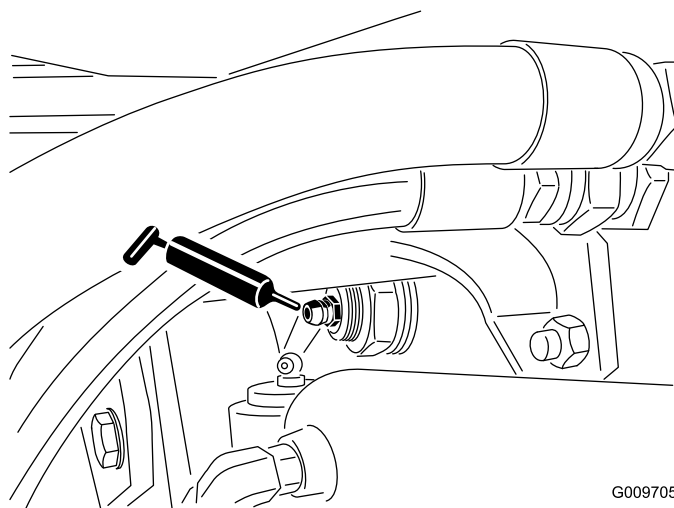

Figura 44
- Boccole orientabili dell'assale posteriore (2) come illustrato nella Figura 44